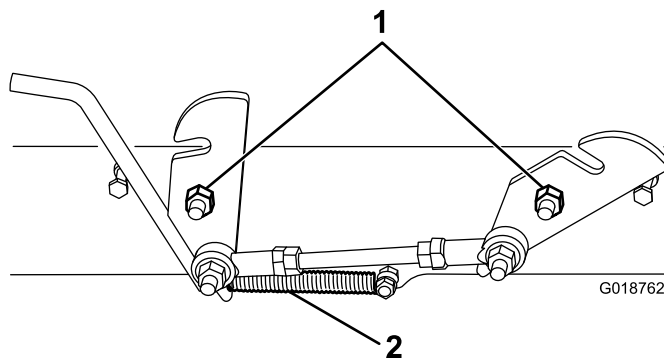

Рисунок 1
1. Зацепите пружину за захват (Рисунок 1).